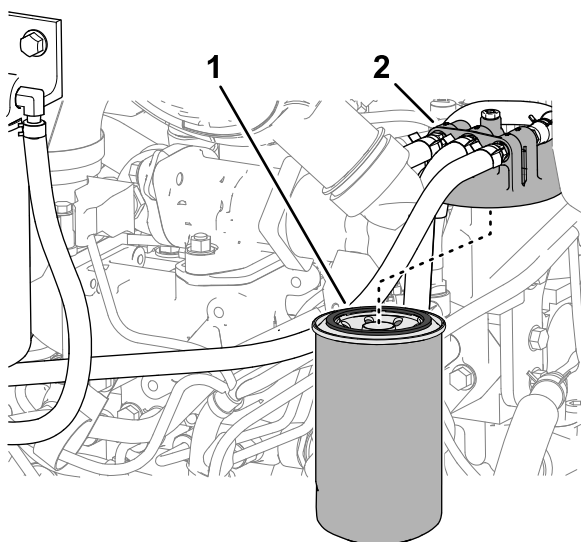

Рисунок 119
3. Очистите поверхность вокруг головки топливного фильтра (Рисунок 119).
4. Снимите фильтр и очистите монтажную поверхность головки фильтра (Рисунок 119).